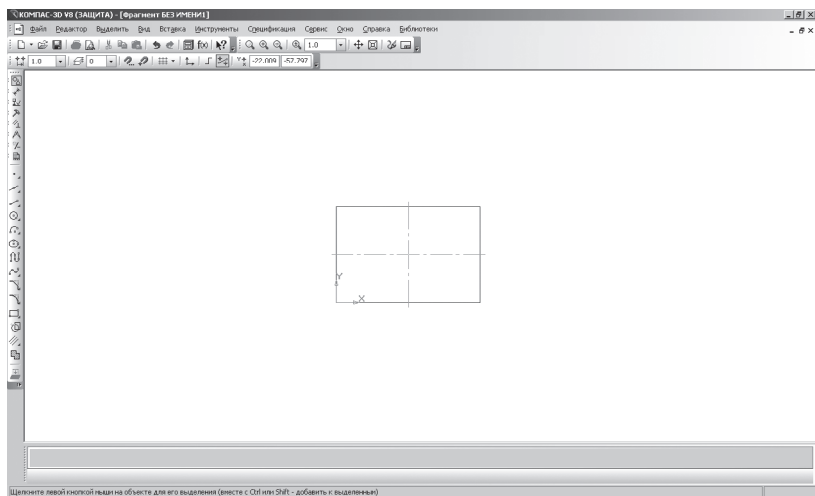

Рис. 29. Уменьшение масштаба
- щелкните по кнопке  – **Уменьшить масштаб** 6 раз и сравните полученное изображение с рис. 29.